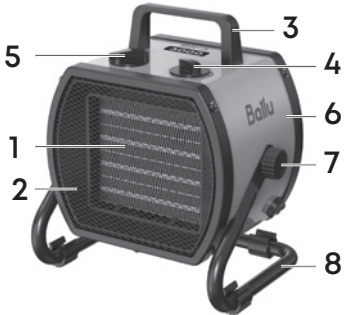

Рис. 1.
Несущая конструкция тепловентилятора (см. рис. 1) состоит из корпуса (6), изготовленного из листовой стали. В корпусе размещены вентилятор и металлокерамический нагревательный элемент. Снаружи корпуса расположены элементы управления (4, 5). Корпус, закрытый воздухозаборной и воздуховыпускной решетками, винтами устанавливается к ручке-подставке (8) и имеет возможность поворота в вертикальной плоскости. Угол поворота фиксируется винтами (7).